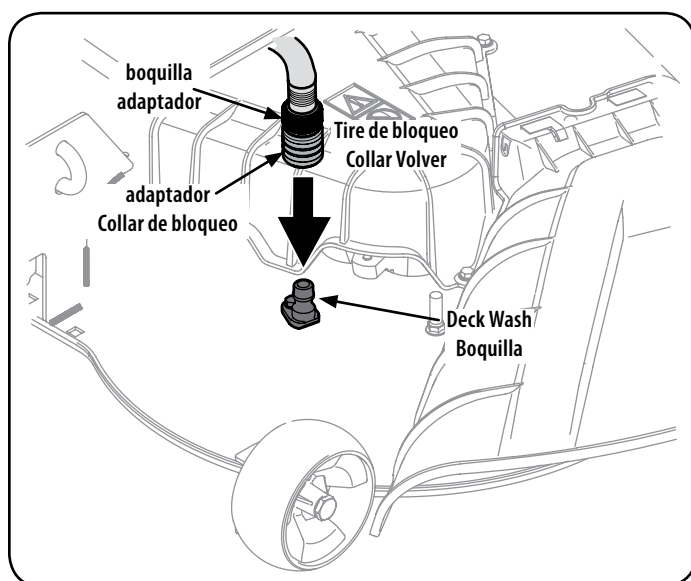

Figure 22
3. Tire hacia atrás el collarín de ajuste (a) del adaptador del pico (b) y empuje el adaptador del pico (b) hacia uno de los picos de lavado de la plataforma (c) de cualquiera de los dos extremos de la plataforma de corte. Suelte el collarín de ajuste (a) para trabar el adaptador en el pico (b) en el pico de lavado de la plataforma (c). Consulte Figure 22.